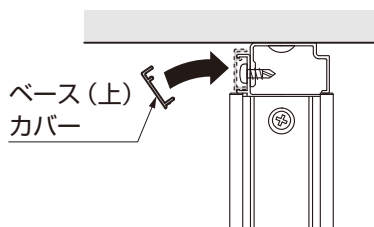
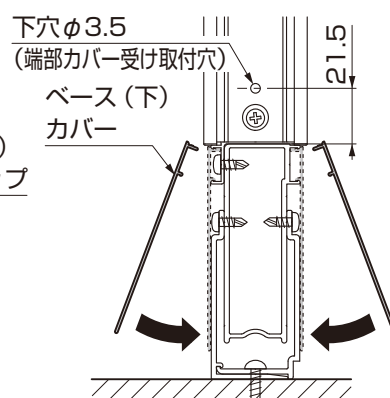

図3-4
図3-6
- ②図3-4、図3-6を参照してベース (上)、(下) カバーを取付けてください。
- ①図3-6を参照して、パーティションに下穴φ3.5をあけ、端部カバー受けを【2-1】で取付けてください。
- ②端部カバーをパーティションにはめてください。